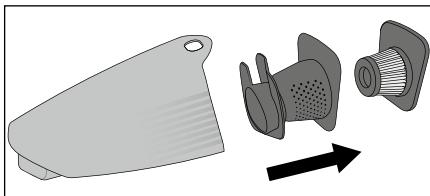

Abb. 3
- ▶ Um beste Ergebnisse zu erzielen, leeren Sie den Schmutzbehälter **⑧** und reinigen Sie den HEPA-Filter **⑥** regelmäßig.
- ▶ Falls Sie einen neuen HEPA-Filter **⑥** benötigen, wenden Sie sich an unseren Service (siehe Kapitel „**Ersatzteile bestellen**“).
- 1) Um den Schmutzbehälter **⑧** zu öffnen, nehmen Sie das Handteil **④** aus der Handteilmulde **⑭**.
- 2) Drücken Sie die Entriegelungstaste **▲ ⑤** und ziehen Sie gleichzeitig den Schmutzbehälter **⑧** nach vorne ab.
- 3) Ziehen Sie zunächst den HEPA-Filter **⑥** und dann den Grobfilter **⑦** aus dem Schmutzbehälter **⑧** heraus (Abb. 3). Klopfen Sie beide Teile über einem Müllimer o. Ä. aus. Bei Bedarf können Sie den HEPA-Filter **⑥** mit klarem Wasser abspülen. Lassen Sie ihn anschließend an der Luft vollständig trocknen.